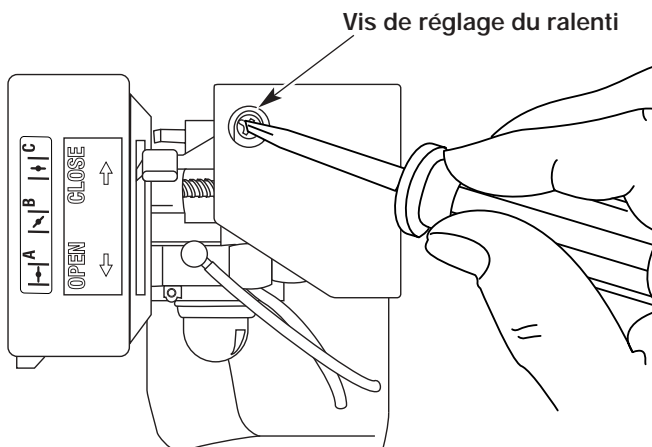

Fig. 26
La vitesse de ralenti du moteur est réglable à l'aide d'une vis de réglage accessible par un trou situé sur le dessus du couvercle du moteur (Fig. 26).
2. Relâchez le levier d'accélérateur et laissez le moteur au ralenti. Si le moteur s'arrête, insérez un petit tournevis à embout cruciforme ou à tête plate dans le trou du couvercle du moteur (Fig. 26). Vissez la vis de réglage du ralenti de 1/8 de tour à la fois (selon le besoin) jusqu'à ce que le moteur tourne au ralenti.